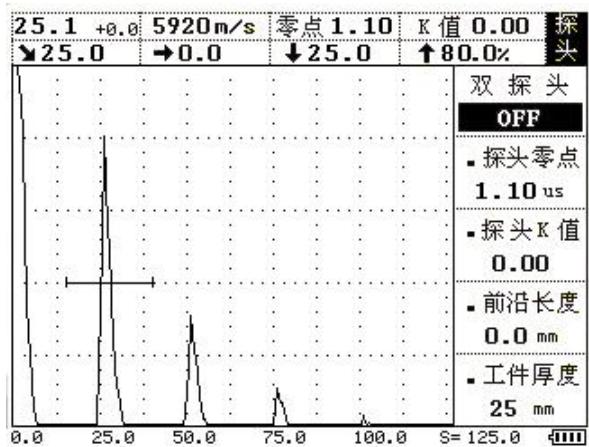

图 4-3
- 4、设置 a 阀门锁定第一个回波。按 键让其最高回波达到屏幕的 80%。在屏幕的左上角显示声程值，如这一数值不等于 25mm，按 菜单，，再按 (上) 或 (下) 键调整到工件厚度子菜单，再用用 (左) 或 (右) 键将厚度调整为 25.0mm。再按 (上) 或 (下) 键调整到探头零点子菜单。再用 (左) 或 (右) 键调整，直到使数值等于 25mm。此时的探头零点即为校准后的零点。如图 4-3 所示。